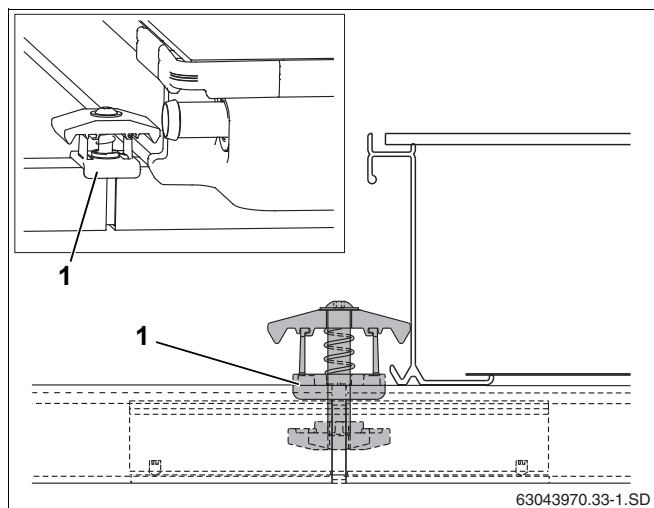

Рис. 48 Установка двухсторонних зажимов
- ▶ Установить двухсторонний зажим гайкой вниз в отверстие профильной рейки и соединительной вставки так, чтобы пластмассовая распорка (рис. 48, **поз. 1**) охватывала профильную рейку.